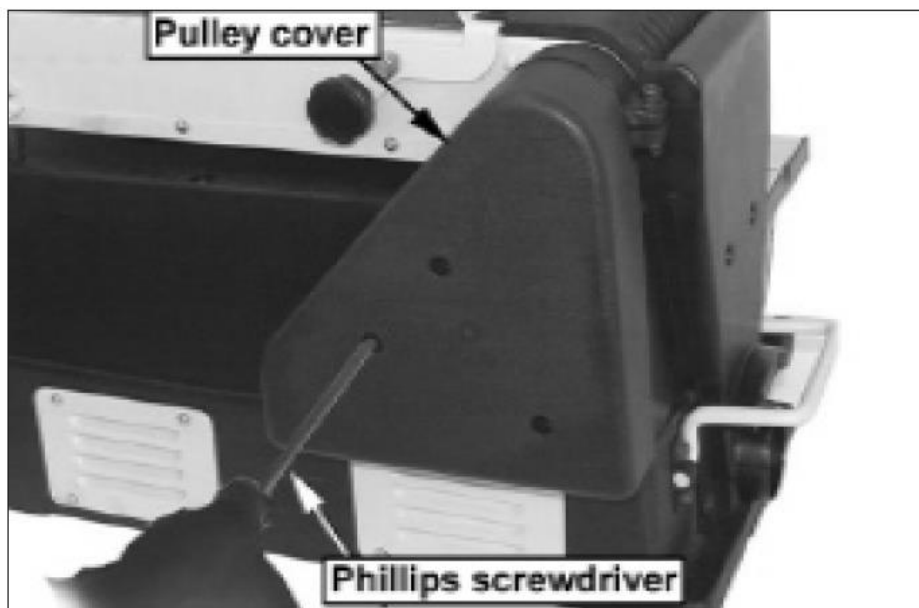

Рис. 21
1. С помощью крестообразной отвертки выверните три винта с торцевой головкой, расположенные в крышке. (См. рис. 21)